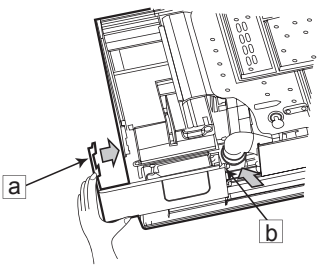

图28
(1) 风室盖板拆去顺序
用手将面框右下角风室下盖板 ①、② 处的勾子沿箭号方向拉，将风室下盖板取出。（如图28）